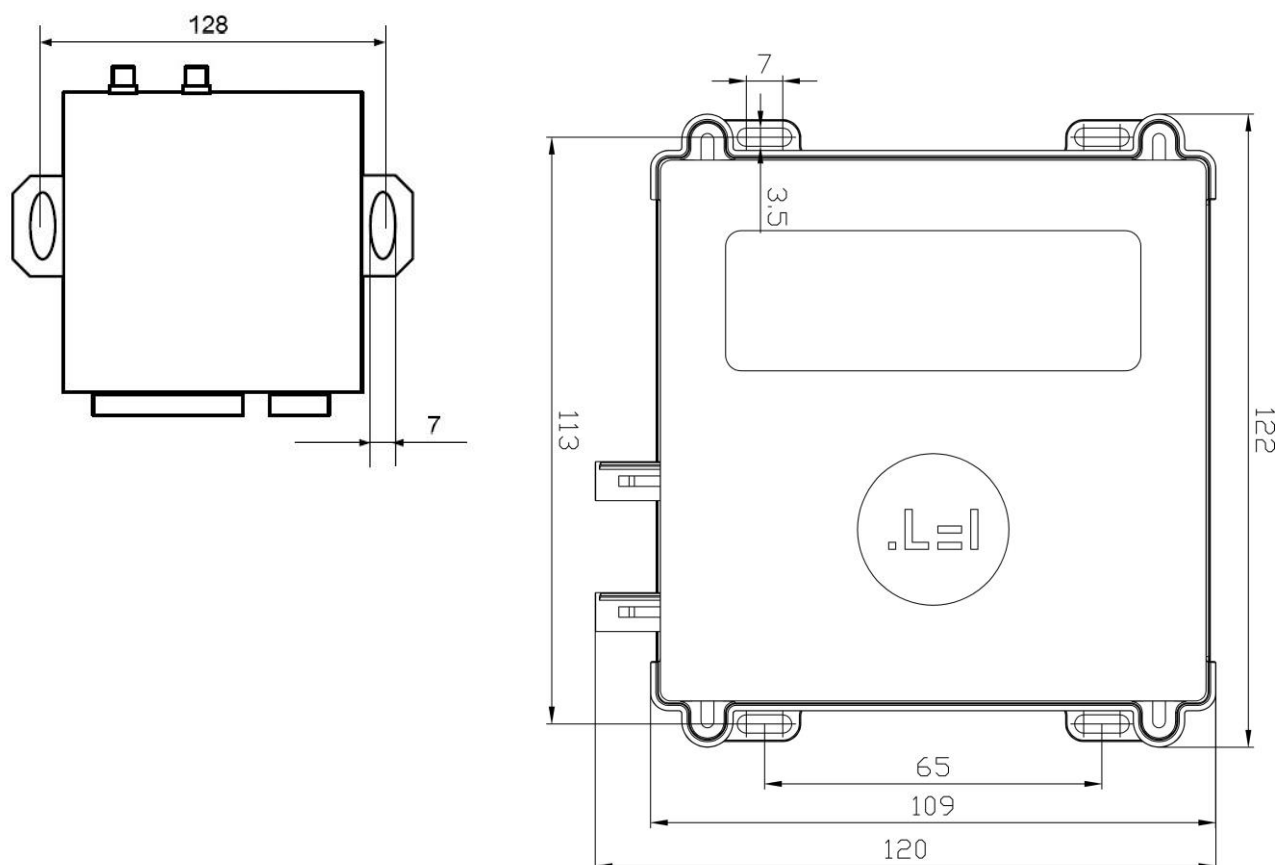

Рисунок 4.5 Установочные размеры терминала FORT-112 (в железном корпусе слева, в пластиковом справа)
1. Место установки терминала должно быть выбрано, исходя из его габаритных и установочных (см. рисунок 4.5) размеров, а также с учетом обеспечения требуемого пространства для удобного подключения разъемов.